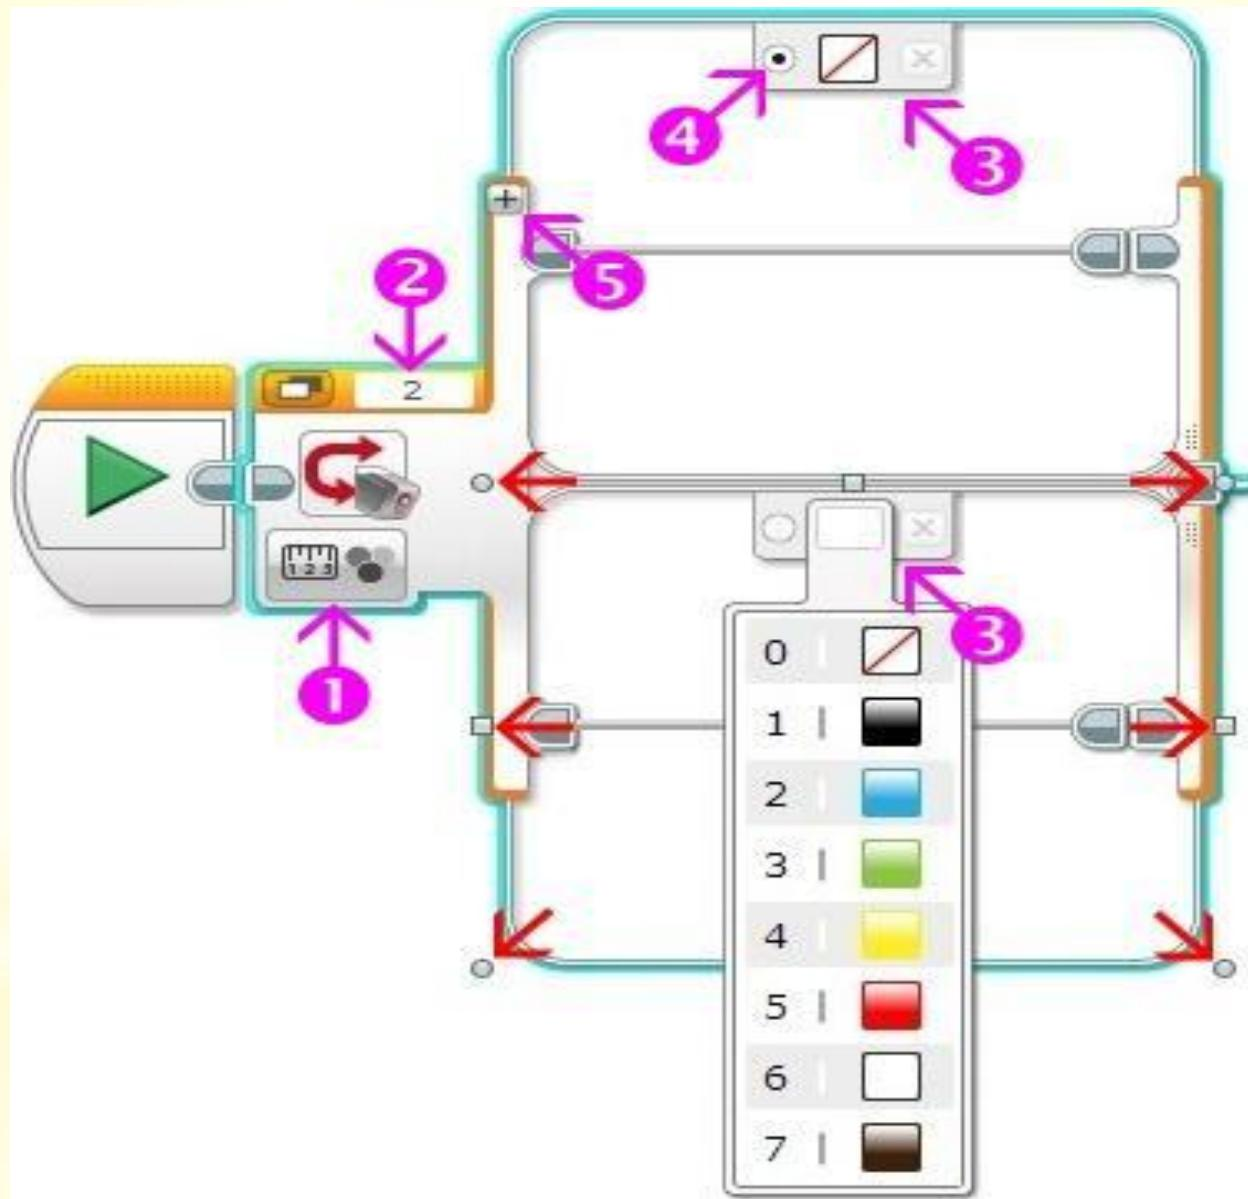

Рис. 2
- * выбранный режим устанавливает изображение датчика цвета в блоке (Рис. 2 поз. 1),
- * порт, к которому подключен датчик, отображается в соответствующем поле блока (Рис. 2 поз. 2),
- * в настройках каждого программного контейнера выбирается значение, в соответствии с которым будут выполняться программные блоки, вложенные в этот контейнер (Рис. 2 поз. 3),
- * один из контейнеров должен быть объявленным "Вариантом по умолчанию" - в случае, если значению, полученному от датчика, не соответствует ни один контейнер, то выполняется контейнер, объявленный "Вариантом по умолчанию" (Рис.2 поз. 4),
- * Кнопка "+" добавляет программный контейнер в блоке "Переключатель" (Рис. 2 поз. 5),
- * Программный блок "Переключатель" может автоматически растягиваться, чтобы вместить все блоки, помещаемые внутрь. С помощью меток, помеченных красными стрелками, можно самому изменять размеры блока (Рис.2).